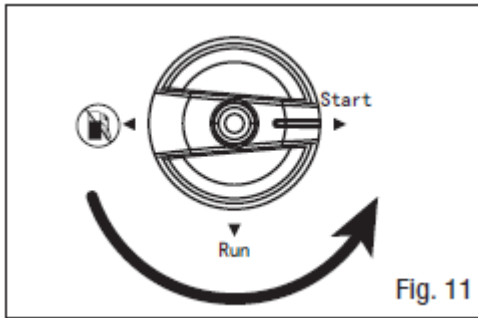

Рис. 11
2. Поверніть мультиселектор у положення "START" («ЗАПУСК») (рис. 11)